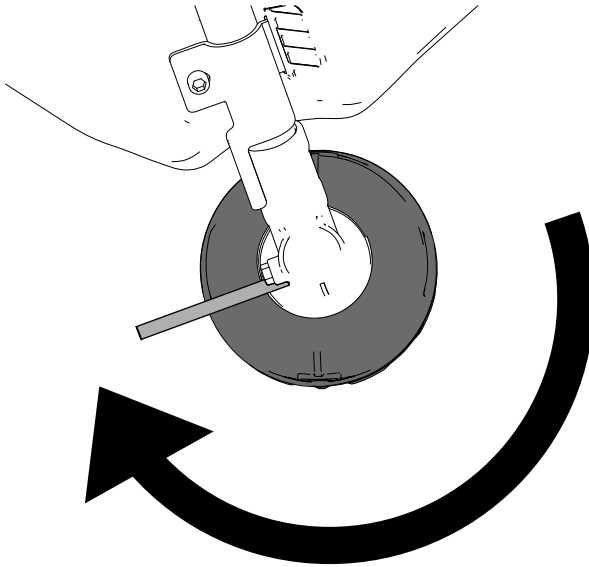

Bild 17
4. Drehen Sie den Freischneiderkopf mit dem Metallstab, die den Freischneiderkopf arretiert, im Uhrzeigersinn, um ihn vom Gewinde des Getriebegehäuses zu entfernen (**Bild 17**).
4. Entfernen Sie die Getriebeschraube an der Seite des Freischneiders (Bild 17).